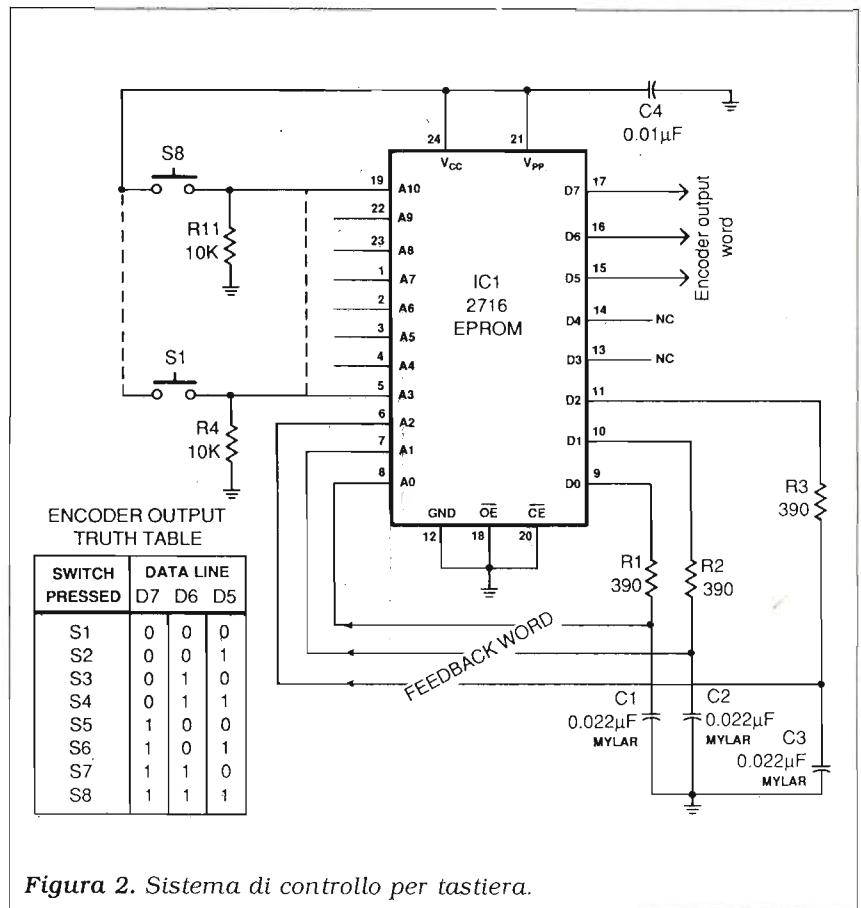

Figura 2. Sistema di controllo per tastiera.
**Tabella 2.** Programmazione della EPROM per il circuito di figura 2. Poiché D3 e D4 non vengono impiegati, i dati X possono essere sia 1 sia 0 senza effetti sul funzionamento del circuito.
Una EPROM può essere impiegata anche come codificatore di priorità per una tastiera a otto pulsanti, come illustrato in **figura 2**; questo dispositivo è comunemente impiegato nei sistemi di selezione video e audio.